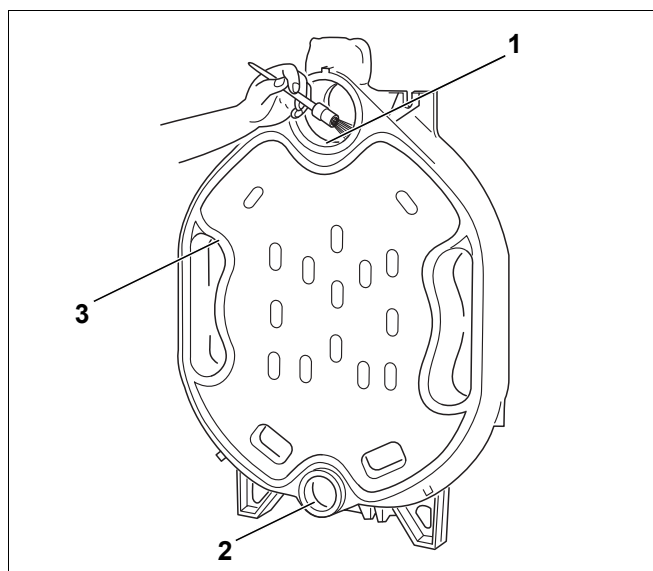

Bild 8 Vorbereitung von Dichtnuten und Naben
- ▶ Dichtnuten gegebenenfalls mit Drahtbürste und Lappen reinigen (Bild 8, **Pos. 3**).
- ▶ Dichtflächen der Naben (Bild 8, **Pos. 1 u. 2**) mit benzingeräncktem Lappen reinigen.